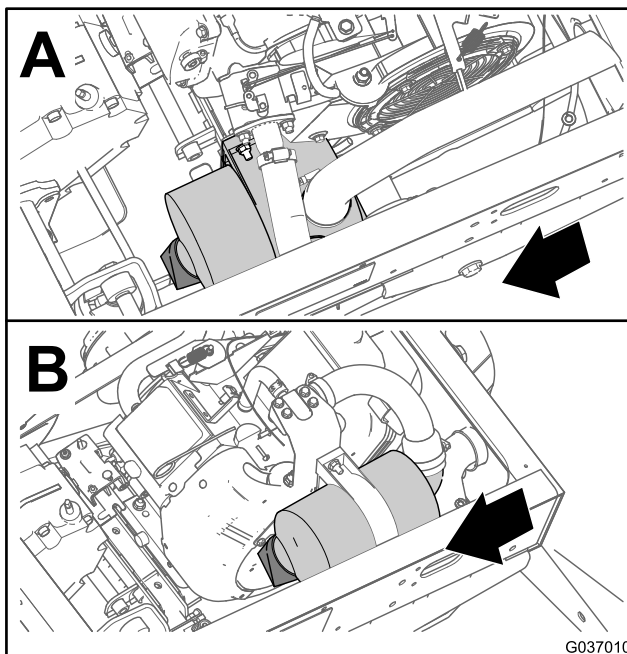
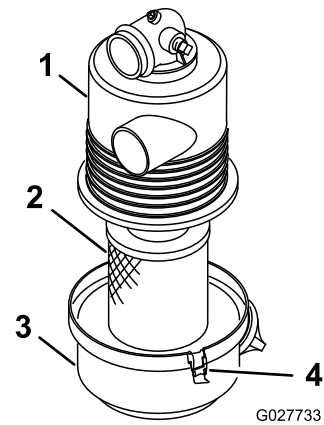

Figura 32
Figura 33
2. Controllate il corpo del filtro dell'aria per escludere eventuali danni che possano causare una perdita d'aria (Figura 32 e Figura 33).
3. Rilasciate i fermi che fissano il coperchio del filtro dell'aria al relativo alloggiamento (Figura 33).
4. Separate il coperchio del filtro dell'aria dal relativo alloggiamento e pulite l'interno del coperchio (Figura 33).
3. Inserite l'elemento del filtro dell'aria nel relativo alloggiamento (Figura 33).
4. Allineate il coperchio del filtro dell'aria con il relativo alloggiamento (Figura 33).
5. Bloccate il coperchio sull'alloggiamento con i fermi (Figura 33).